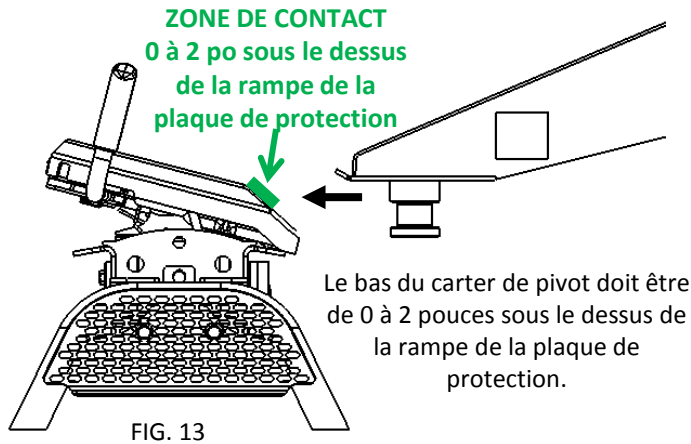

FIG. 13
- D. Le carter de pivot est à la hauteur correcte pour l'accouplement (figs 13 et 14).